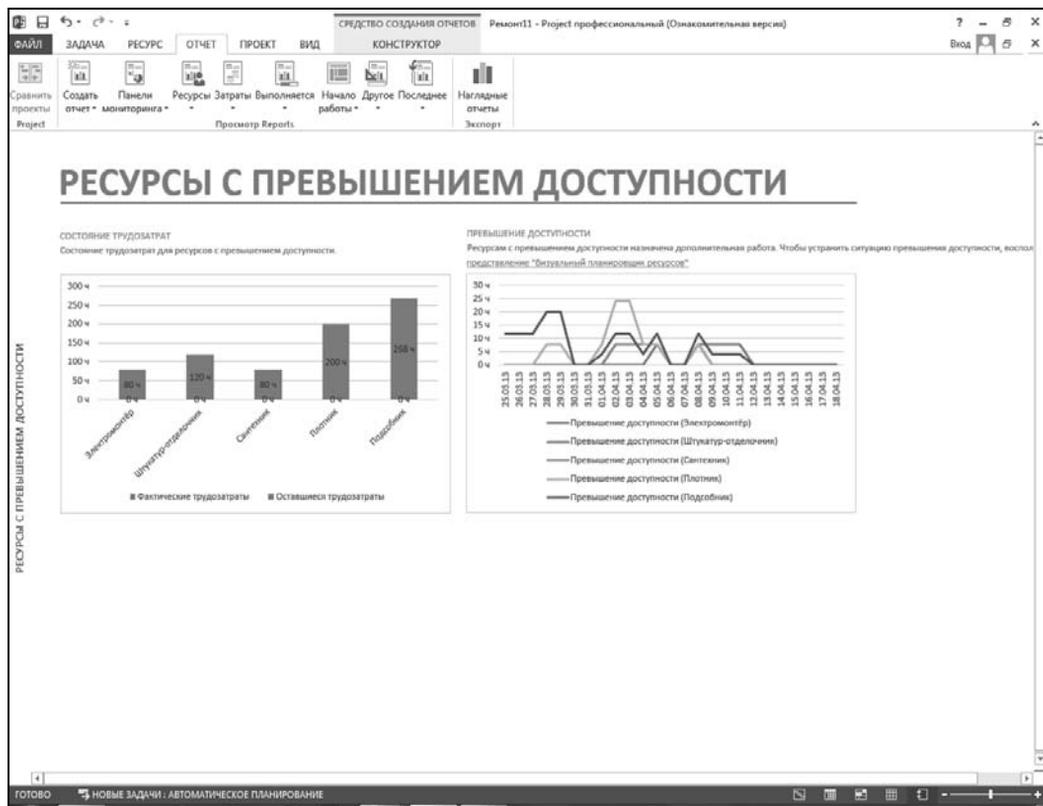

Рис. 6.12. Панель отчетов команды Отчет | Ресурсы | Ресурсы с превышением доступности
2. После выполнения действий, описанных в п. 1 данного алгоритма, откроется показанная на рис. 6.12 панель.